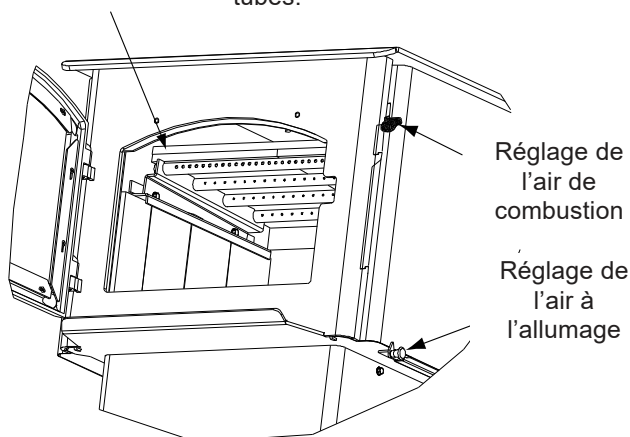
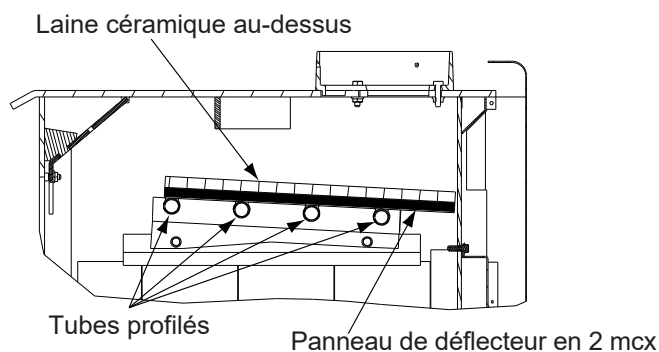

Figure 23.3
Figure 23.4
4. Réinstallez les deux parties du déflecteur l'une après l'autre. Assurez-vous que les deux parties du déflecteur soient à égalité avec le collecteur à tubes avant et qu'elles reposent sur tous les tubes (**Figure 23.3 et Figure 23.4**).
5. Pour réinstaller la laine céramique, il est plus facile de la plier d'abord en deux (**Figure 23.2 et Figure 23.4**). Placez-la sur la plaque du déflecteur, dépliez et lissez la laine céramique isolante. Révérifiez l'emplacement de la plaque-défecteur (**Figure 23.3 et Figure 23.4**).